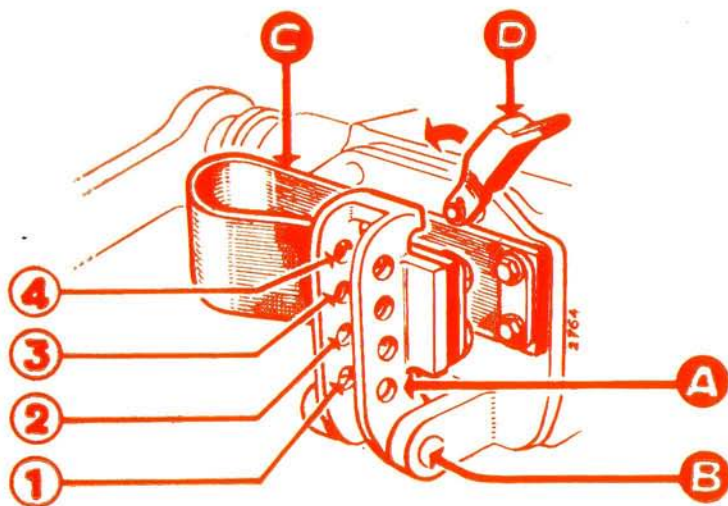

FIG. 18
## 3) SENSIBILITÉ (fig. 18)
**NOTA.** - Un coin pivotant (D) fig. 18 est destiné à être engagé entre le support mobile du 3me point et le couvercle du relevage, soit en transport, soit pour le fonctionnement en position contrôlée. Ne pas oublier de l'ôter lors du travail en effort contrôlé.